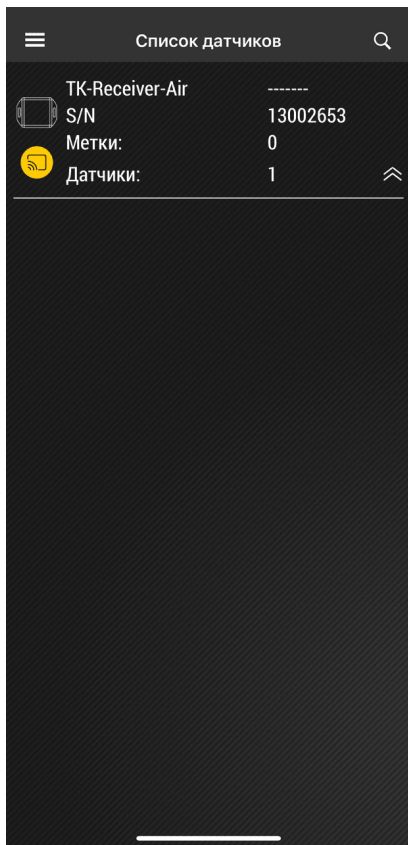

Рис.4. Найденные устройства
2. Запустите приложение USP Tool. Откроется окно поиска поддерживаемых устройств (**Рис.4**). Все найденные устройства будут выведены на экране общим списком. При необходимости можно выполнить фильтрацию отображаемых устройств, нажав Меню | Тип устройств.